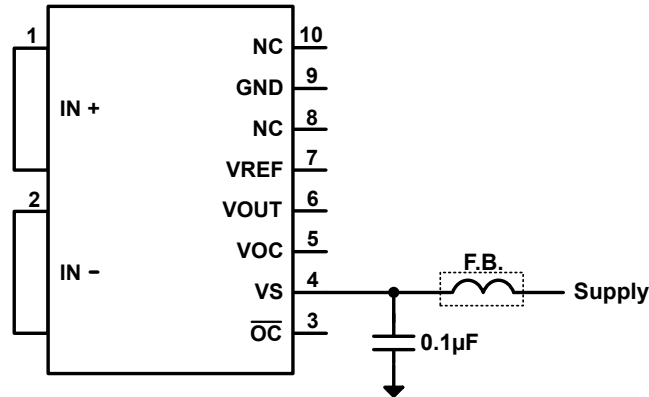

图 9-4. 电源噪声滤波
**TMCS1126** 仅在低压隔离侧需要一个电源 ( $V_S$ )，该电源独立于隔离式电流输入来为模拟电路供电。 $V_S$  决定了模拟输出  $V_{OUT}$  的满量程输出范围，可提供在 3V 到 5.5V 之间的任何电压。为了滤除电源路径中的噪声，应在  $V_S$  和 GND 引脚之间放置一个容值为 0.1µF 的低 ESR 去耦电容器，其位置应尽可能靠近器件的电源和接地引脚。可以添加更多去耦电容以补偿噪声或高阻抗电源。用在噪声非常大的环境中时，可以在靠近电源引脚的位置添加铁氧体磁珠，如图 9-4 所示，以达到目标并抑制耦合到系统电源的高频噪声。